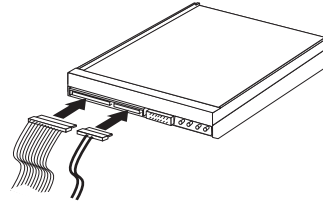

Figura 11. Conexión del conector de alimentación de cinco hilos a la unidad
3. Localice uno de los conectores de alimentación extra de cinco hilos y conéctelo a la unidad. Consulte la Figura 11.